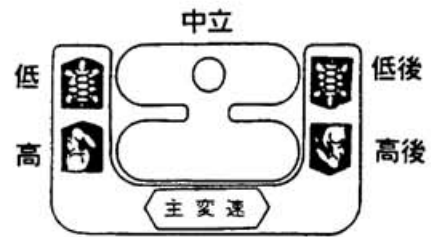

図 27
- ①主変速レバーを「低・高・後」位置に入れます。（図27）